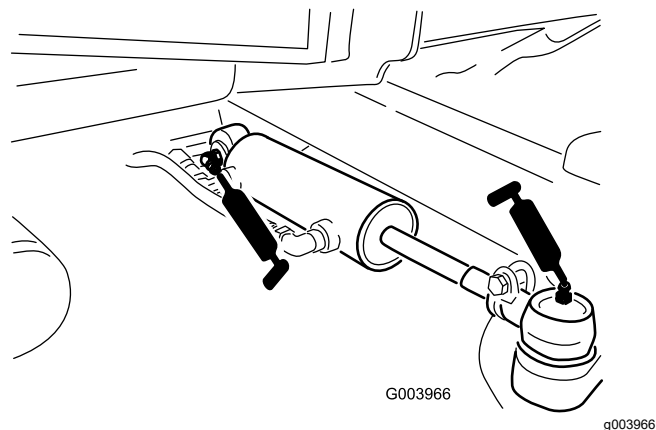

Bild 79
- Lenkzylinder-Kugelgelenke (2) (Bild 79)